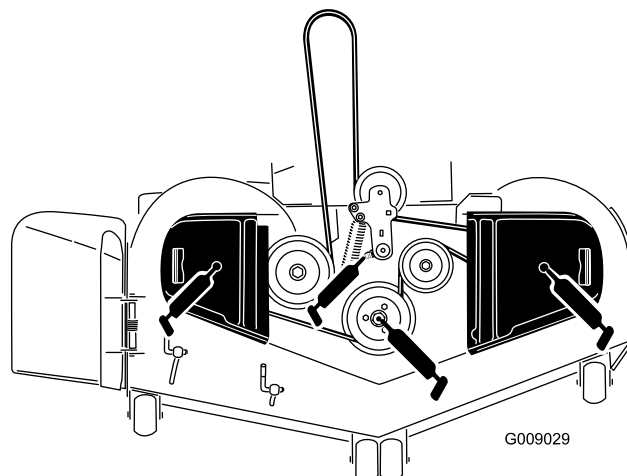

Figura 42
3. Engrase el pivote de la polea tensora de la carcasa de corte hasta que salga grasa por el extremo inferior (Figura 42).
4. Si su máquina tiene ejes engrasables, engrase los cojinetes de los 3 ejes hasta que salga grasa de las juntas inferiores (Figura 42).